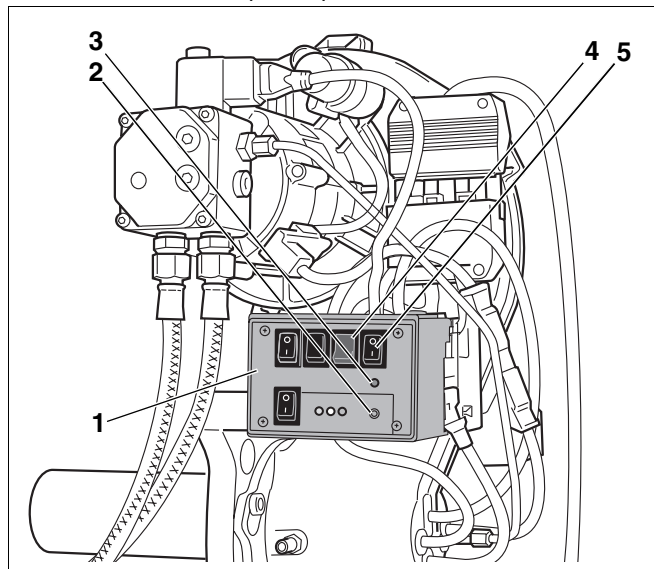

Рис. 15 Выпустить воздух из топливопровода с помощью прибора контроля горелки.
- Прибор контроля горелки (рис. 15, **поз. 1**; дополнительная комплектация) – если всасывание топлива должно происходить через топливный насос, установленный на горелку
Далее описывается выпуск воздуха при помощи прибора контроля горелки (рис. 15, **поз. 1**).
- Установить прибор контроля горелки (рис. 15, **поз. 1**) на свободное место на цоколе.
- Включить систему управления пусковым выключателем. Горит светодиод (красный) (рис. 15, **поз. 2**).
- Включить прибор контроля горелки пусковым выключателем (рис. 15, **поз. 5**). Горят два светодиода (красный и зеленый) (рис. 15, **поз. 2** и **3**).
- Включить переключатель для перемикаания подогревателя топлива (рис. 15, **поз. 4**).